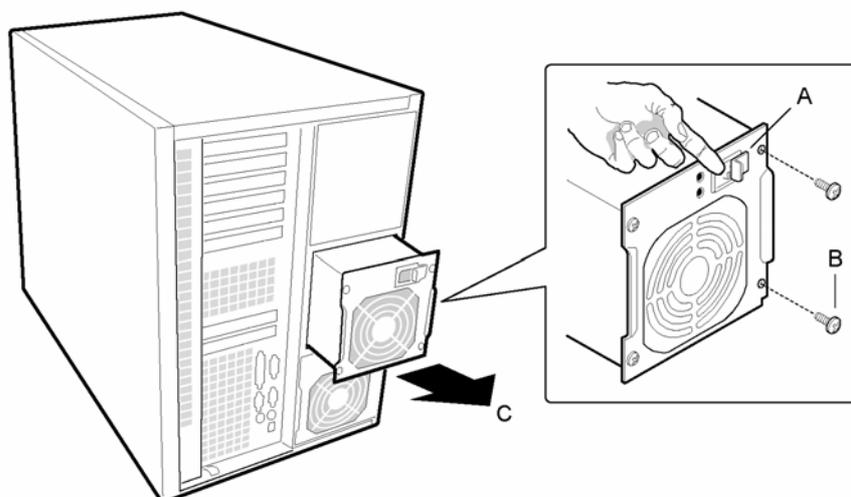

图 3-20. 拆下电源
3. 把电源的垂直翻边作为扳手位，将电源拔出（图 3-20 中的 C）。
4. 插入交流电源插头。您须滑开小挡板才能将交流电源插头插进（图 3-20 中的 A）。